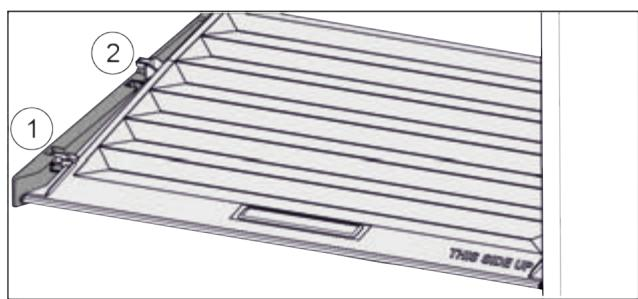

Fig. 91
- Кришку до отвору в деталях для підтримки потягнути вперед Fig. 91 (1).
- Підняти ззаду знізу та вийняти Fig. 91 (2) вгору.